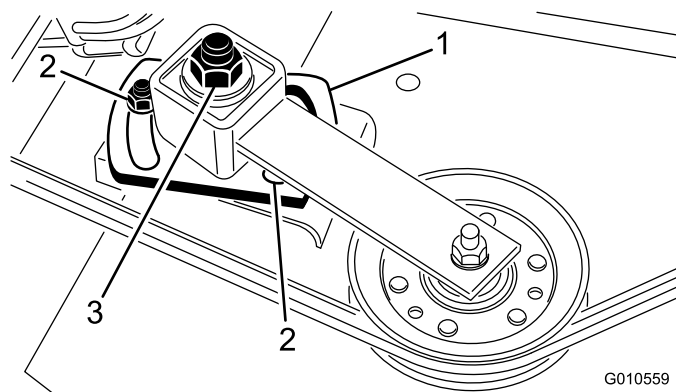

Figura 28
4. Allentate le 2 viti che fissano la piastra tendicinghia in posizione. Con una chiave torsionometrica e a tubo serrate il dado di regolazione del tendicinghia tra i 24 e i 41 Nm (Figura 28).